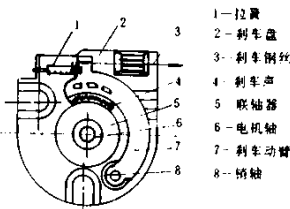

图 2-5-12 洗衣机的刹车结构图
(1) 洗衣机的甩干机所使用的橡胶密封圈损坏而漏水: 应更换该橡胶密封圈。
(2) 刹车时间过长: 如图 2-5-12 所示为常见的刹车结构物。如果刹车时间过长, 可能是刹车钢丝调整不当, 也可能是刹车块磨损太大。对于前者可重新调整刹车钢丝的松紧程度加以解决; 而对于后者则需要更换刹车块, 才能排除故障。
(3) 刹不住车: 刹不住车的原因是刹车动臂失灵。用手拉动刹车钢丝, 刹车动臂不能复位。这是因动臂受水腐蚀, 活动不灵活所致。可在销轴处加几滴油, 反复拉动数次, 故障即可排除。